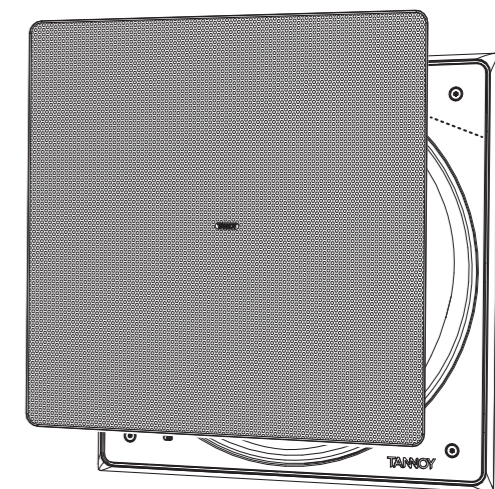

Fig. 11. Installing the Grille
1. La rejilla debe colocarse con cuidado alineando los bordes de la rejilla con cuidado con el deflector y los bordes interiores del marco (Fig. 11). Para evitar daños por hendiduras, no presione el centro de la rejilla; aplique una presión uniforme en cada esquina a medida que se presiona firmemente en su posición.